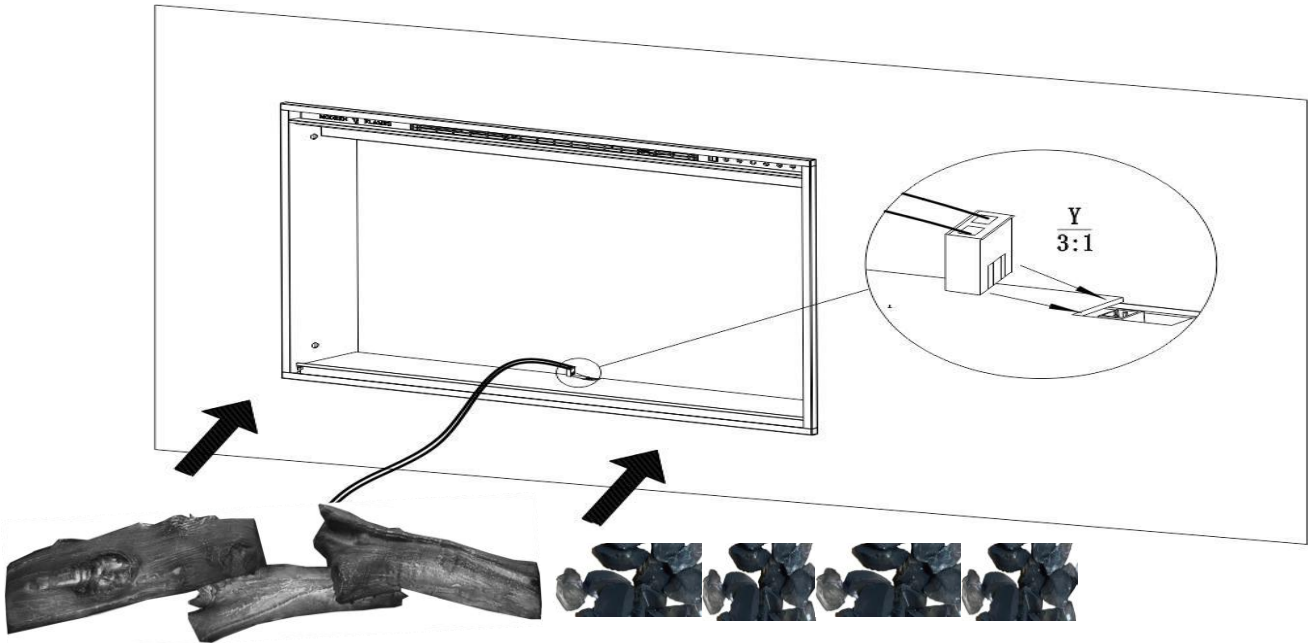

Fig.4-1
2. Placez soigneusement les cristaux fumés (**E**) sur la bande de lit de braises comme Fig.4-1. Appliquez une couche uniforme d'un côté à l'autre.